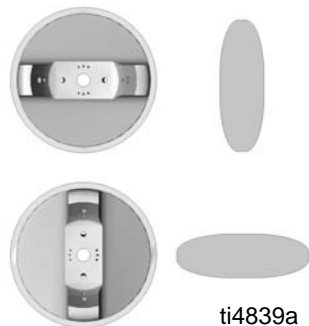

FIG. 2
1. Draai de luchtkap om het gewenste spuitpatroon te bekomen. Zie FIG. 2.